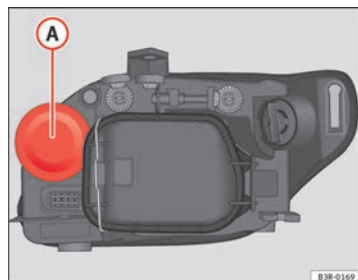

Abb. 206 Fernlicht
- Ziehen Sie die Gummikappe **A** ⇒ Abb. 206 ab.